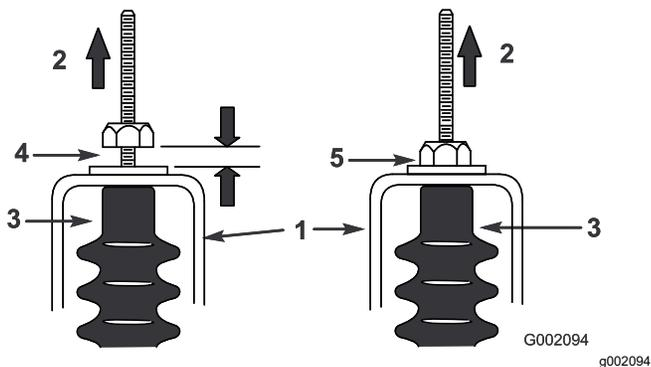

Bild 59
- Ziehen Sie an jedem Schaltzug, um sicherzustellen, dass der Abstand zwischen der Mutter bzw. Scheibe und der Leerlaufhalterung zwischen 0,76 mm und 1,52 mm liegt (Bild 59).